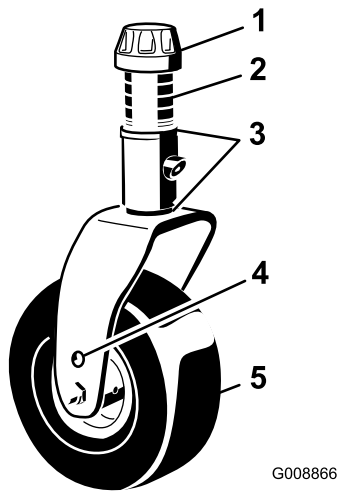
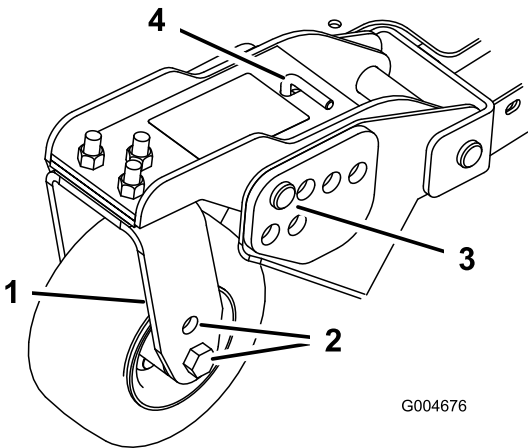
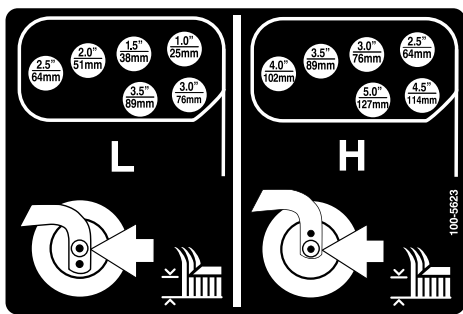

Figura 26
Figura 28
Figura 29
1. Coloque los ejes de las ruedas giratorias en el mismo taladro en todas las horquillas (Figura 26 y Figura 28).
2. Retire el casquillo tensor del eje y deslice el eje fuera del brazo de la rueda giratoria (Figura 26).
5. Retire la chaveta y los pasadores de los brazos de pivote de las ruedas giratorias (Figura 28).
6. Gire la varilla tensora para elevar o bajar el brazo de pivote hasta que los taladros estén alineados con los taladros seleccionados del soporte de ajuste de la altura de corte en el bastidor de la carcasa de corte (Figura 28 y Figura 29).